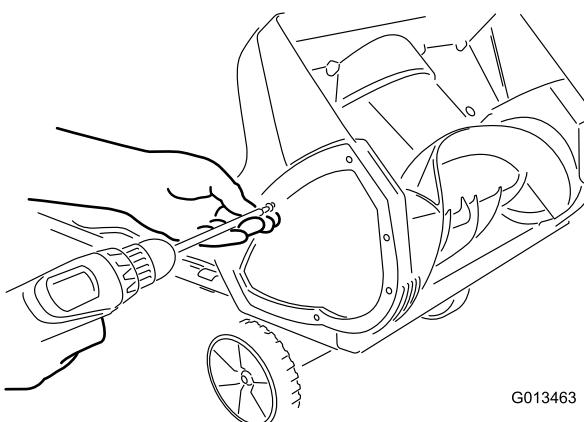

**Рисунок 14**
1. Отверните по одному винту с каждой стороны пластины крепления скребка (Рисунок 13) и 2 винта крепления скребка к машине из-под нижней части машины (Рисунок 14).